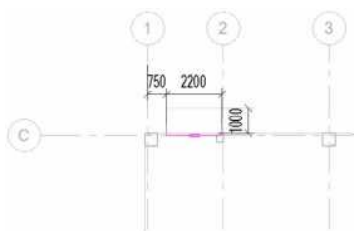

图 15-68 绘制边界线 (2)
(14) 在“属性”选项板中选择“雨搭”类型，设置“标高”为“首层”，输入“自标高的高度”为“2600.0”。
(15) 单击“绘制”面板中的“边界线”按钮和“矩形”按钮，绘制边界线，如图 15-68 所示。